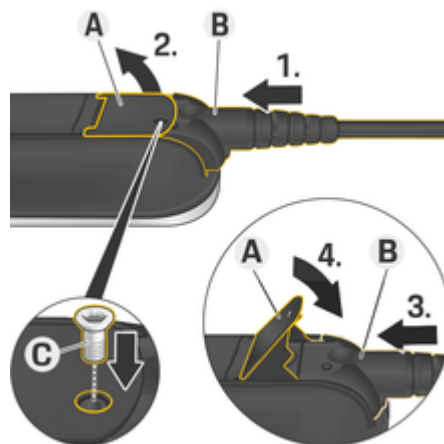

Fig. 29: Ajuste de los cables y enchufes
- ✓ La palanca **A** (Fig. 29) está cerrada.
1. Inserte el enchufe **B** (Fig. 29) en la unidad de control hasta que se sienta primero la resistencia.
5. Asegure el enchufe **B** a la unidad de control con el tornillo **C** (Fig. 29).